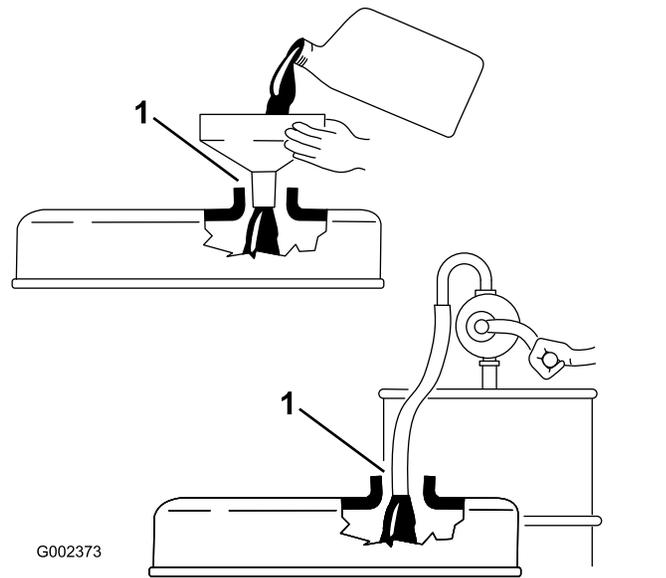

Figure 44
3. Si le niveau d'huile est trop bas, enlevez le bouchon de remplissage (Figure 44) et faites l'appoint pour amener le niveau au repère maximum sur la jauge.
**Important:** Lorsque vous faites l'appoint ou le plein d'huile moteur, maintenez un espace entre le dispositif de remplissage et l'orifice de remplissage d'huile dans le couvre-culasse, comme montré à la Figure 44. Cet espace est nécessaire pour assurer l'aération pendant le remplissage et empêcher l'huile de déborder dans le reniflard.